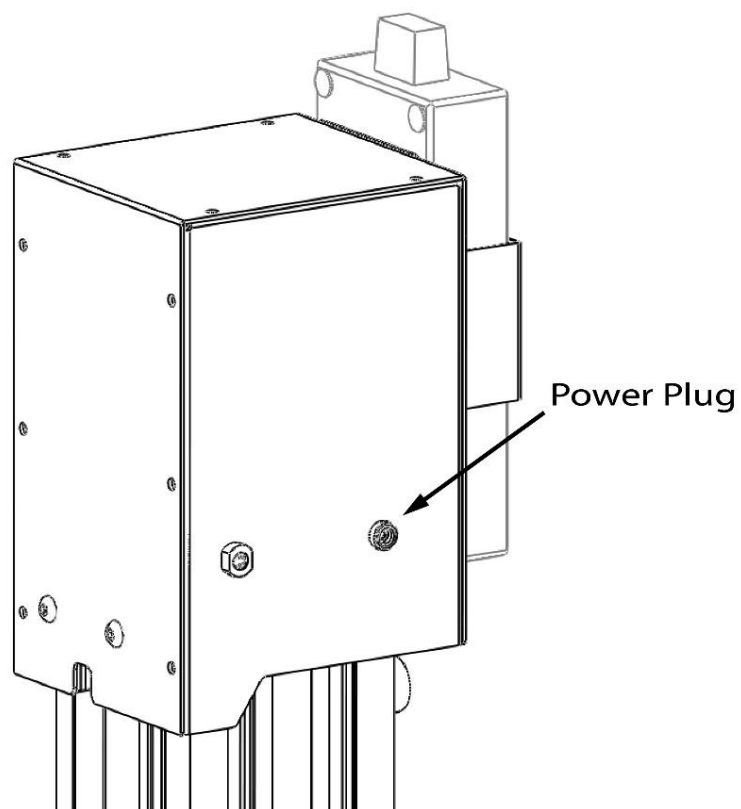

Figure 7 : Prise d'alimentation supérieure et support d'alimentation
12. Localisez le support d'alimentation dans la boîte d'alimentation et montez-le soit sur le couvercle supérieur, soit sur le couvercle moteur du support (selon la prise que vous utiliserez), avec les vis M4 incluses de la même boîte et une clé hexagonale de 2,5 mm. Voir **les figures 7 et 8**.
13. Branchez l'alimentation électrique sur une prise électrique et l'une des deux prises électriques du support (**figures 7 et 8**).